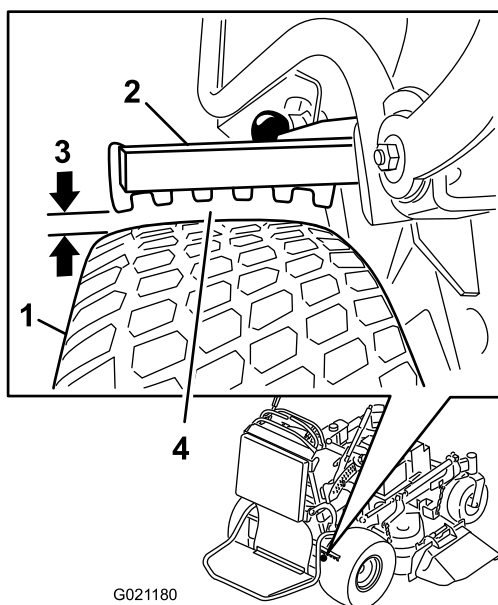

Figura 61
6. En el lado que tenga la distancia más pequeña, asegúrese de que la distancia es de 3 a 6 mm (1/8 a 1/4 pulgada) según se muestra en Figura 61; consulte Ajuste de los frenos \(página 47\) si es necesario ajustarla.
5. Ajuste la horquilla (Figura 61).